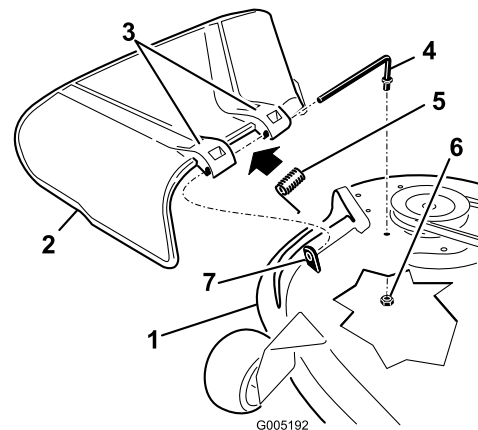

Figura 50
1. Localice los elementos mostrados en la Figura 50.
2. Retire la tuerca (3/8 pulg.) de la varilla (debajo del cortacésped) (Figura 50).
3. Deslice la varilla para retirarla del espaciador corto, de la arandela de freno interna, del muelle y del deflector de hierba (Figura 50). Retire el deflector de hierba dañado o desgastado.
4. Cambie el deflector de hierba y la arandela de freno interna (Figura 50).
6. Coloque el muelle sobre la varilla, con los extremos de los alambres hacia abajo, y entre los soportes del deflector de hierba. Deslice la varilla por el segundo soporte del deflector de hierba y por la arandela de freno interna (Figura 50).
7. Introduzca la varilla, en la parte delantera del deflector de hierba, por el espaciador corto de la plataforma. Fije el extremo trasero de la varilla en el cortacésped con una tuerca (3/8 pulg.) (Figura 50).